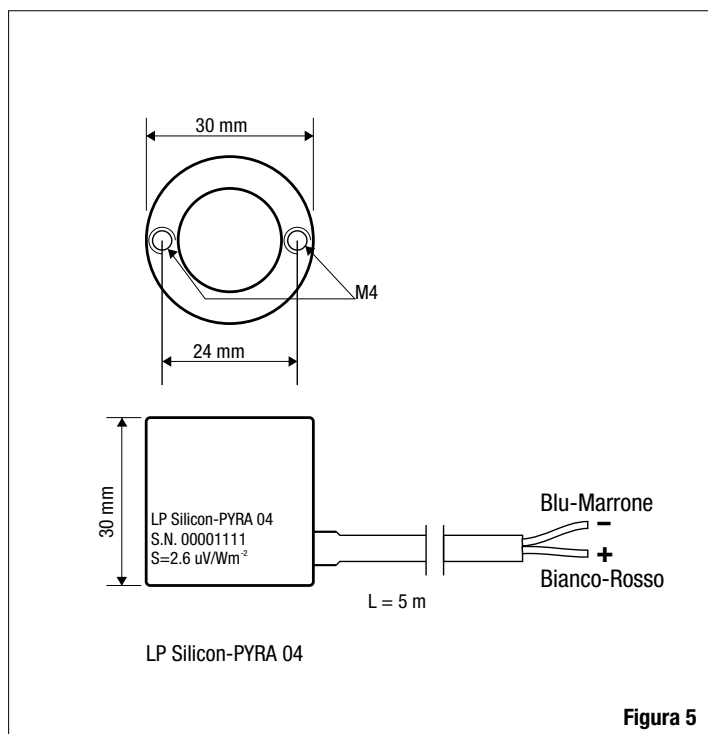

Figura 5
- LP Silicon-PYRA 04 con cavo fisso 5m e terminato con fili aperti (Figura 5), uscita segnale tipico $20 \mu\text{V}/(\text{W}/\text{m}^2)$.
LP Silicon-PYRA 04 può essere impiegato all'esterno per lunghi periodi. La sonda può essere fissata per mezzo di due fori filettati M4 che si trovano sulla base (Figura 5) oppure attraverso la livella con base LP BL.